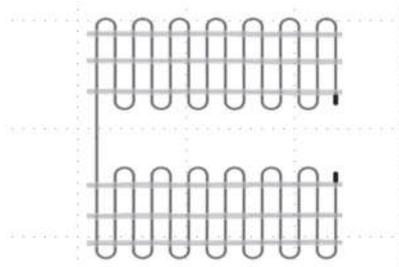

图3-1 加热电缆布设示意图
7) 加热电缆敷设:加热电缆是道面加热系统中的发热载体,也是工程中重要的一个步骤。加热电缆在敷设过程中有严格要求,应由具有经验的专业施工队伍来完成,如图3-1和3-2所示。